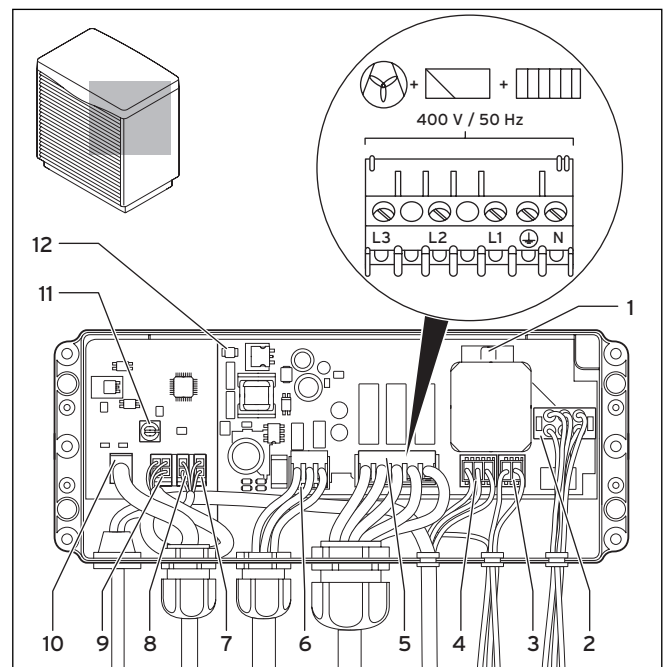

Abb. 7.2 Elektro-Schaltkasten Außeneinheit
Legende zu Abb. 7.2
- Schließen Sie für die Stromversorgung die Außen-einheit(en) über die Klemme (→ **Abb. 7.2, Pos. 5**) an je ein dreiphasiges 400-V-Drehstromnetz mit einem **Null- und einem Erdleiter** an.